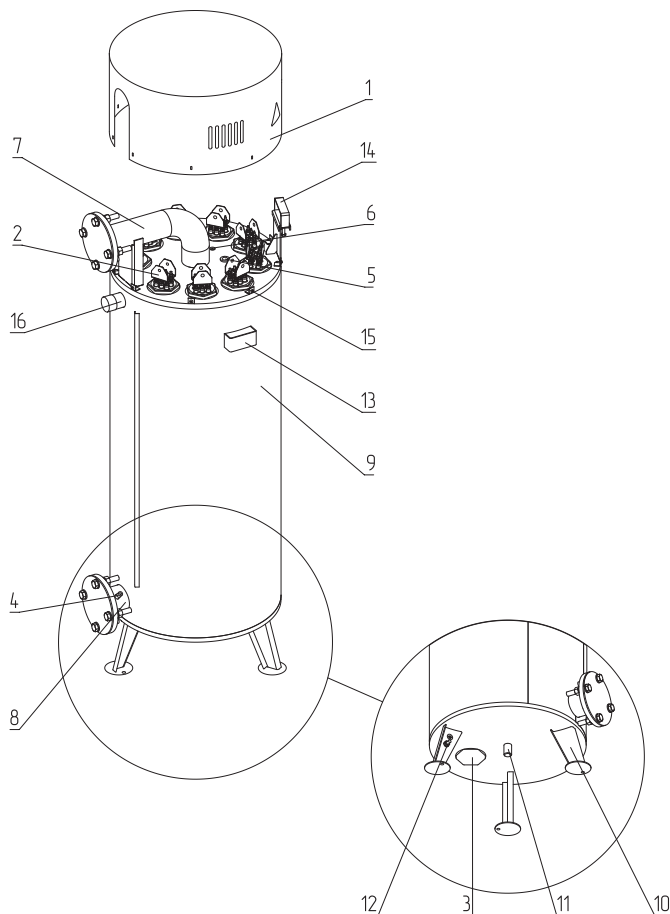

Рис. 1 Устройство котла ZOTA Prom
- Установите датчик температуры прямого теплоносителя в отверстие (**Рис. 1, поз. 5**) и датчик перегрева в отверстие (**Рис. 1, поз. 6**) верхнего фланца;
- Установите датчик температуры обратного теплоносителя в отверстие (**Рис. 1, поз. 4**) входного патрубка котла;
- Подсоедините манометр и предохранительный клапан к патрубку (**Рис. 1, поз. 3**);
- Закрепите электрические питающие кабели с помощью специальной скобы (**Рис. 1, поз. 14**) установленной на верхнем фланце;